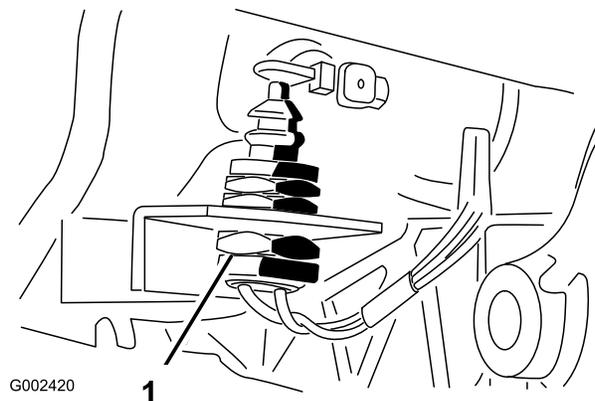

Figura 73
7. Vuelva a comprobar el ajuste del interruptor de seguridad del embrague (Figura 73). El motor no debe girar a menos que el pedal del embrague esté a $3,2 \text{ cm} \pm 3 \text{ mm}$ del suelo. Si es necesario ajustarlo, afloje las contratuercas del interruptor y ajuste hacia arriba o hacia abajo.